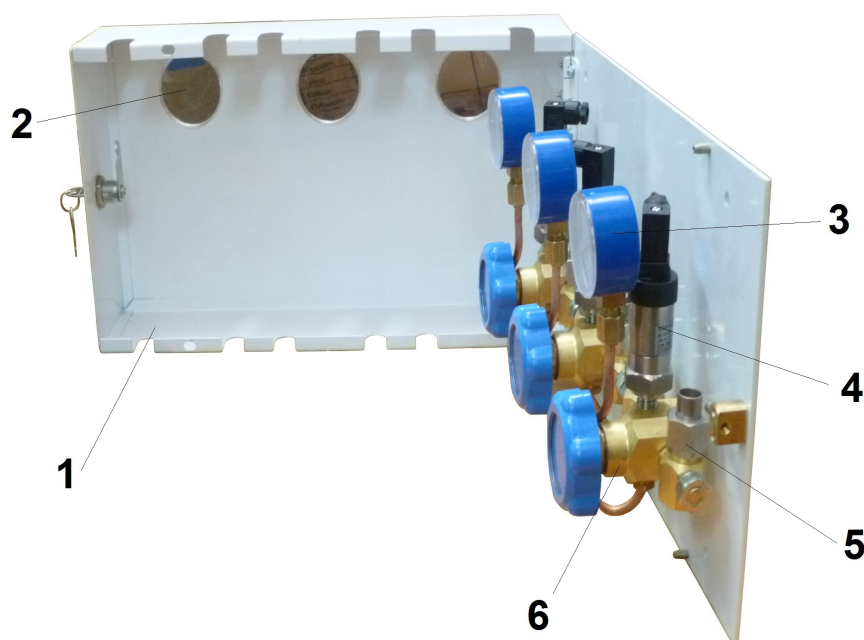

Рис.1 Пост газопитания (поэтажная коробка) ПК-4МД (3x3)
4.1 Внешний вид поэтажной отключающей коробки показан на рис.1